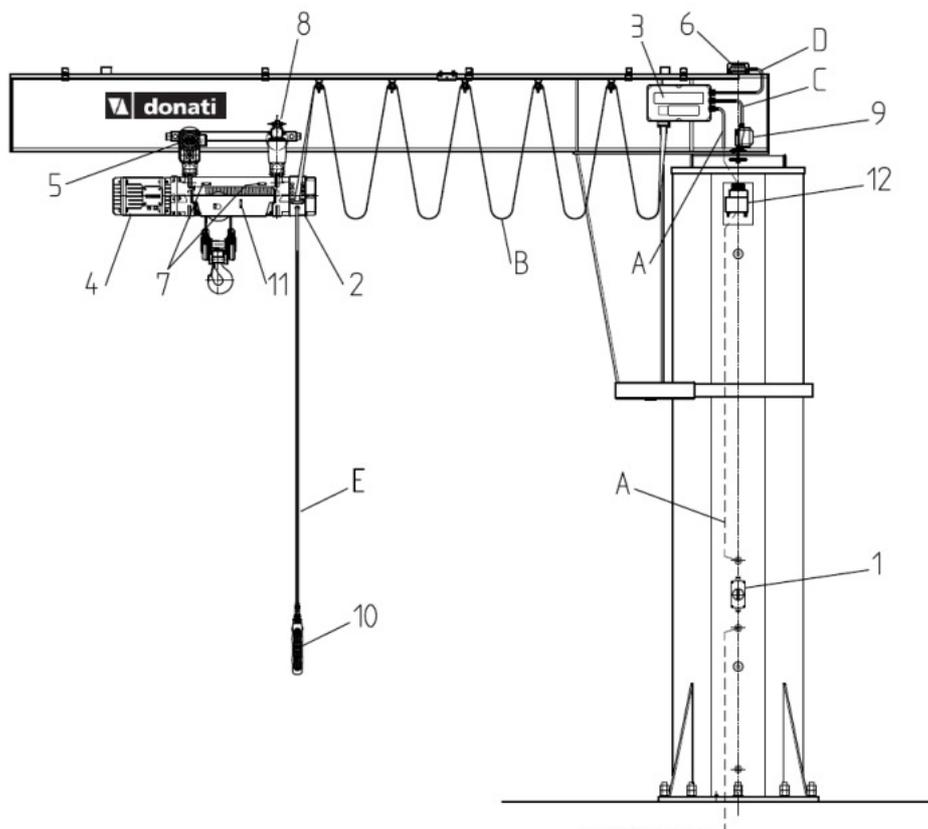

fig.38
- El esquema siguiente (fig.38) indica el criterio con el que se identifican los consumidores eléctricos y los recorridos de los cables/conductores. Todos los consumidores y los cables están indicados y numerados en los componentes correspondientes.